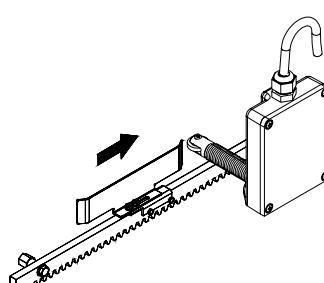

Fig.18
- Fare scorrere il lamierino sulla cremagliera nel senso d'apertura (Fig.18). Appena il led del finecorsa di apertura presente sull'apparecchiatura elettronica si spegne, fare avanzare il lamierino di circa 20±30 mm e fissarlo provvisoriamente sulla cremagliera con le viti in dotazione.